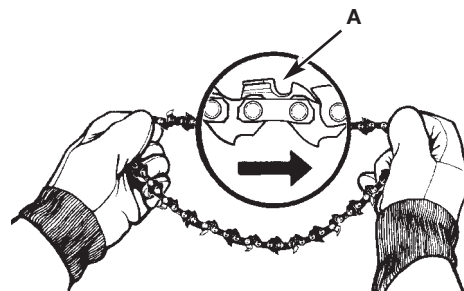

Fig. 26
1. Extienda la cadena en forma de lazo con el filo de cortado (A) apuntando en DIRECCION DE LAS MANECILLAS DEL RELOJ a lo largo del lazo (Fig. 26).